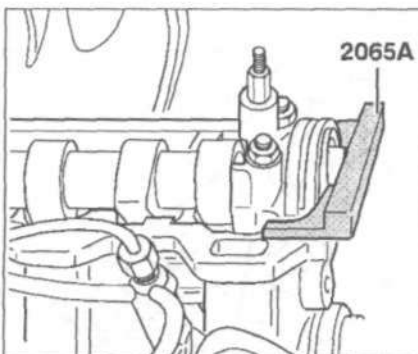

Рис. 6.6. Заблокируйте шкив распределительного вала с помощью фиксатора.
7. Заблокируйте шкив распределительного вала с помощью фиксатора (рис. 6.6).
6. Заблокируйте шкив распределительного вала с помощью фиксатора (рис. 6.6).